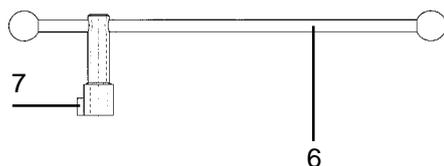

Fig. 15
Nel caso in cui si dovesse arrestare il motore durante la manovra in una posizione intermedia, per intervento dell'interruttore di protezione, completare la manovra con la **leva di emergenza**, priva del risalto (7) fig. 15; verificare la posizione degli apparecchi dagli oblò e gli indicatori di posizione del sinottico.
Should the motor have to be stopped in an intermediate position during the operation due to tripping of the protection circuit-breaker, complete the operation with the **emergency lever**, without the projecting part (7) fig. 15. Check the position of the apparatus through the inspection windows and the position indicators of the mimic diagram.
- Inserire a fondo la leva (6) fig. 15 nell'innesto (SD), facendo coincidere il risalto (7) fig. 15 con la cava di riferimento (2)
- Ruotare in senso orario la leva (6) fino alla posizione di linea
- Estrarre la leva (6) fig. 15 sfruttando la cava (3)
- Inserire a fondo la leva (6) fig. 15 nell'innesto (SD), facendo coincidere il risalto (7) fig. 15 con la cava di riferimento (3)
- Ruotare in senso antiorario la leva (6) fig. 15 fino alla posizione di isolato
- Estrarre la leva (6) fig. 15 sfruttando la cava (2)
- Inserire a fondo la leva (6) fig. 15 nell'innesto (SD), facendo coincidere il risalto (7) fig. 15 con la cava di riferimento (4)
- Ruotare in senso antiorario la leva (6) fino alla posizione di messa a terra
- Estrarre la leva (6) fig. 15 sfruttando la cava (5)
- Inserire a fondo la leva (6) fig. 15 nell'innesto (SD), facendo coincidere il risalto (7) fig. 15 con la cava di riferimento (5)
- Ruotare in senso orario la leva (6) fig. 15 fino alla posizione isolato
- Estrarre la leva (6) fig. 15 sfruttando la cava (4)
- Fully insert the lever (6) fig. 15 in the coupling (SD), making the projecting part (7) fig. 15 coincide with the reference slot (2)
- Turn the lever (6) fig. 15 clockwise as far as the line position
- Withdraw the lever (6) fig. 15 by using the slot (3)
- Fully insert the lever (6) fig. 15 in the coupling (SD), making the projecting part (7) fig. 15 coincide with the reference slot (3)
- Turn the lever (6) fig. 15 anti-clockwise as far as the isolated position
- Withdraw the lever (6) fig. 15 using the slot (2)
- Fully insert the lever (6) fig. 15 in the coupling (SD), making the projecting part (7) fig. 15 coincide with the reference slot (4)
- Turn the lever (6) clockwise as far as the earthed position
- Withdraw the lever (6) fig. 15 by using the slot (5)
- Fully insert the lever (6) fig. 15 in the coupling (SD), making the projecting part (7) fig. 15 coincide with the reference slot (5)
- Withdraw the lever (6) fig. 15 by using the slot (4)